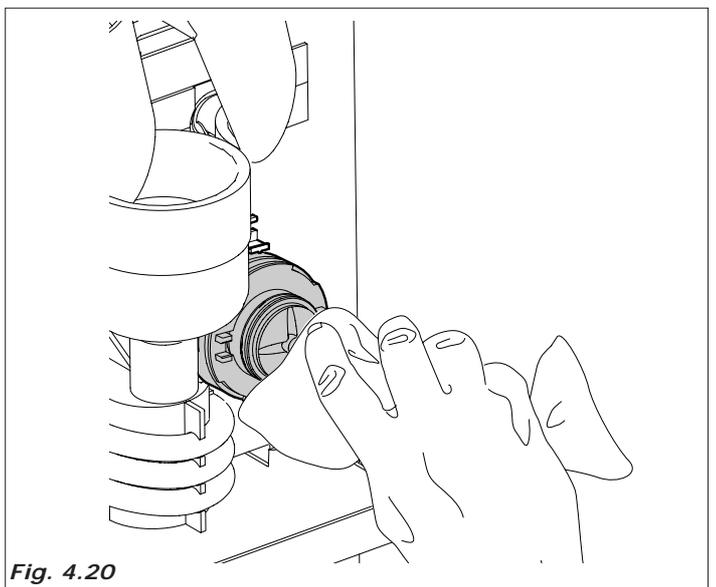

Fig. 4.20
- con un trapo humedecido, ( en la solución ), limpiar la base de las batidoras (Fig.4.20)